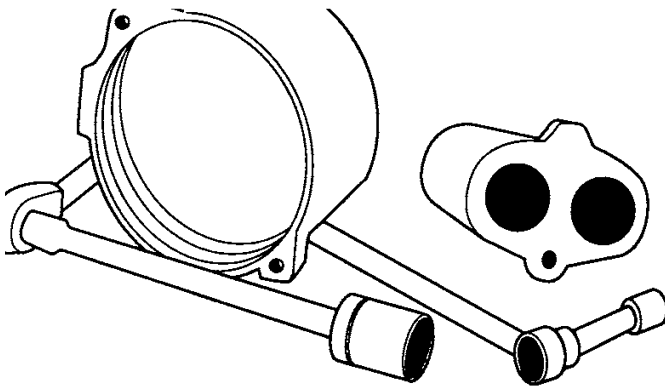

Figure 18 – Dépose de la buse
6. La buse des modèles de 1/2 ch se dépose du carter de la pompe avec n'importe quelle clé à douille de 1 1/4 po et une rallonge (figure 18). Sur les modèles de 3/4 et de 1 ch, la buse fait partie du corps de la pompe. Pour remplacer la buse et le venturi, s'assurer qu'ils sont serrés contre l'épaulement. Faire bien attention de ne pas fausser les filets. Si la buse n'est pas complètement engagée dans le corps, le débit est bloqué par l'entrée du venturi.